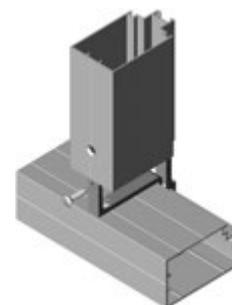

Рис.1
2. Для повышения надёжности соединения вертикальная стойка – усиленный кронштейн АУРС.111.0953, предусмотрена возможность их фиксации друг относительно друга с помощью самонарезающего винта с потайной головкой (рис. 1).